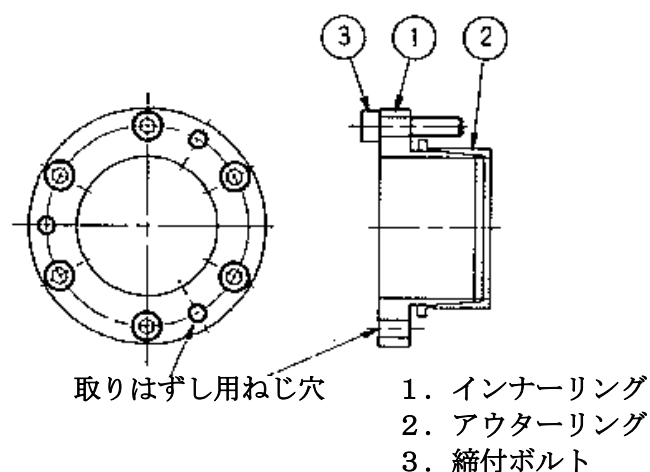
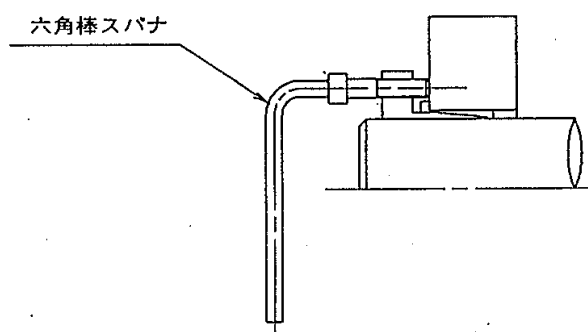

図1 部品名称
図 4 取はずし
3. 次にパワーロックを仮組してください。仮組の際、インナーリングの取はずし用ねじ穴の位相に注意ください。(図1参照)
- すべてのボルトをゆるめても締結状態のまま動かない場合は、取はずし用ねじ穴(図 1)にボルトを入れ、締込んでいきますとロックがはずれます。(図 4 参照)